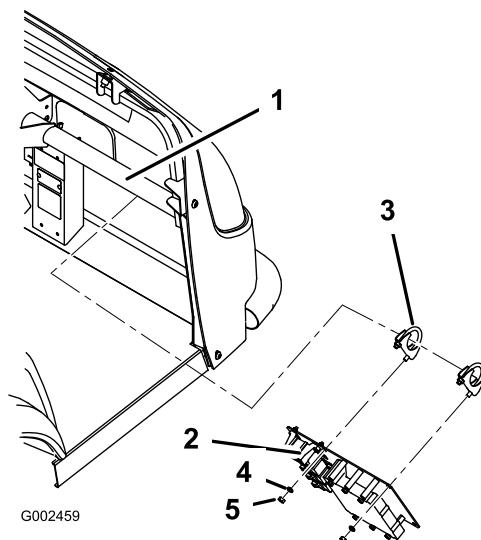

Figure 11
- C. Pour le système de pulvérisation Workman 200, fixez la plaque de montage avec 2 étriers filetés (5/16 x 3/4 pouce) 2 écrous (5/16 pouce) et 2 rondelles de blocage (5/16") comme illustré à la Figure 11.